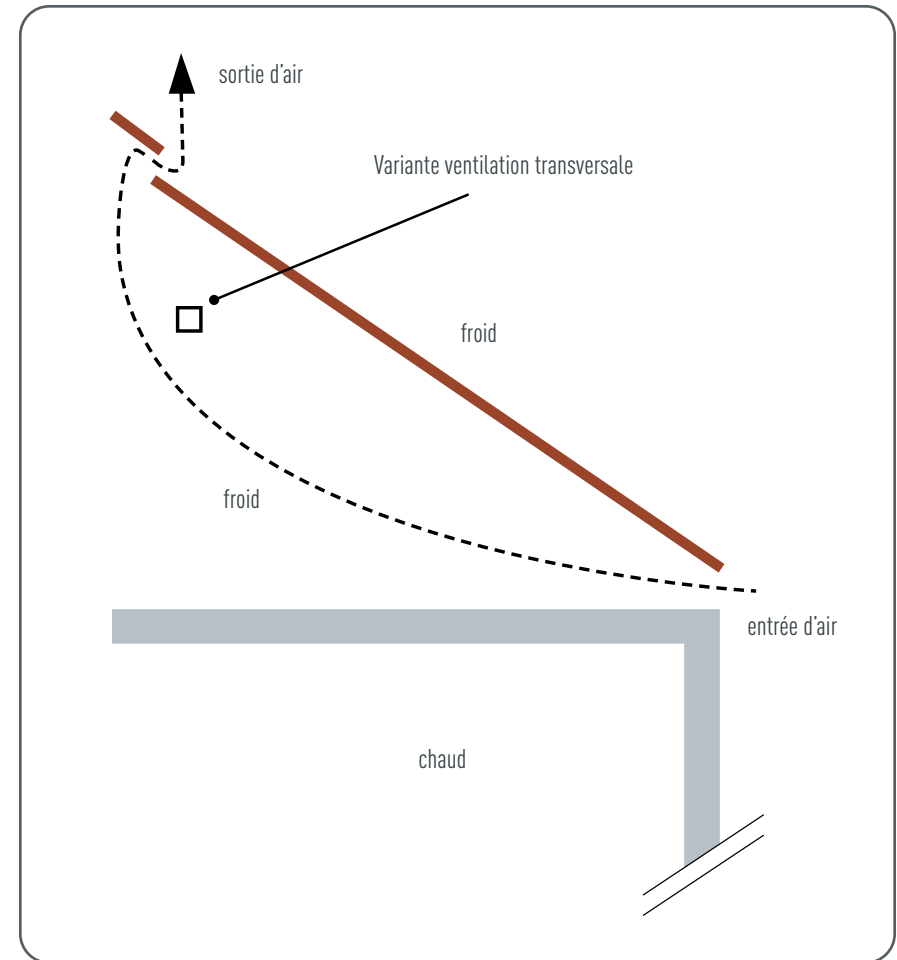

Figure 2 - Combles perdus
Ce dispositif est particulièrement adapté aux combles aménagés, étant donné que l'air qui circule a un effet positif sur la qualité de l'air intérieur, en été comme en hiver. Il est néanmoins aussi possible de ventiler l'ensemble des combles (cf. Fig. 2).
1.2 COMBLES PERDUS (FIG. 2)